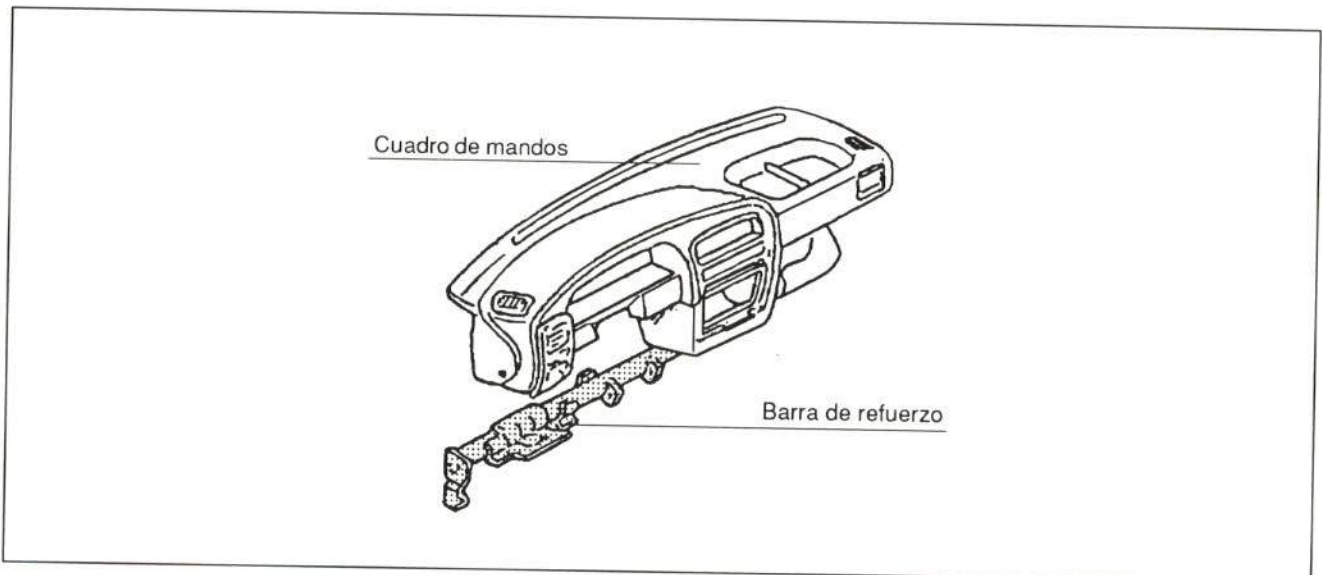

Fig. 8.- Barra del cuadro de mandos
3.2.- Cuadro de mandos: Bajo este cuadro se esconde una barra de refuerzo fijada a cada pilar delantero, cuyo fin es proporcionar una mayor rigidez al habitáculo. (fig. 8)